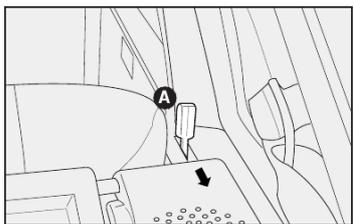

fig. 62
2) Desengatar o encosto, movendo as alavancas laterais A-fig. 62 no sentido da seta.
5) Para reposicionar o encosto, voltá-lo à posição vertical e empurrá-lo até o completo travamento do mesmo nas travas superiores laterais. Após o travamento, pressionar as alavancas laterais A-fig. 62 em direção à parte frontal do veículo.
**ADVERTÊNCIA: o encosto do banco traseiro pode ser colocado em duas posições, de acordo com a necessidade de mais ou menos espaço no porta-malas. Para alterar a posição do encosto, empurre a alavanca A-fig. 62 no sentido indicado pela seta.**